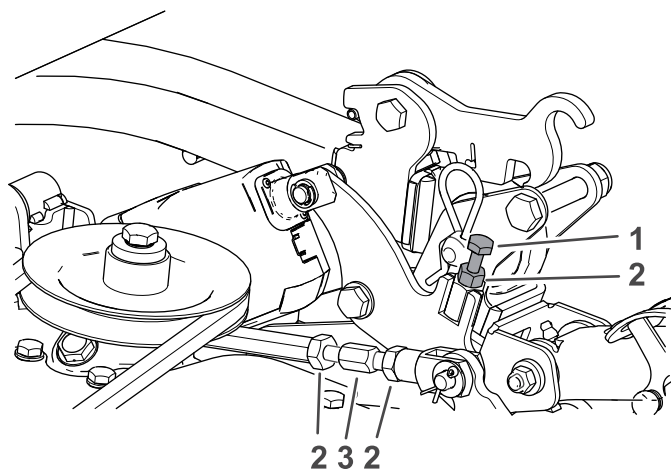
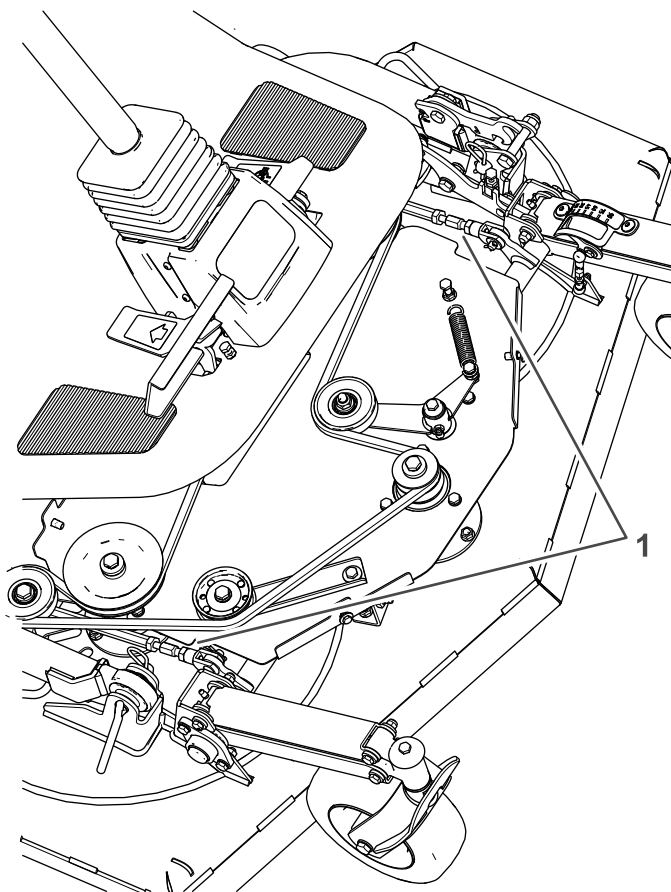

Figura 99
Figura 100
- B. Per sollevare la parte anteriore della macchina a 64 mm, allentate il controdado e regolate il bullone di regolazione; fate riferimento a Figura 99.
C. Per sollevare la parte posteriore dell'apparato di taglio, allentate i controdadi dei tiranti su entrambi i lati dell'apparato di taglio (Figura 99 e Figura 100).
6. Serrate i controdadi dei tiranti (Figura 99).